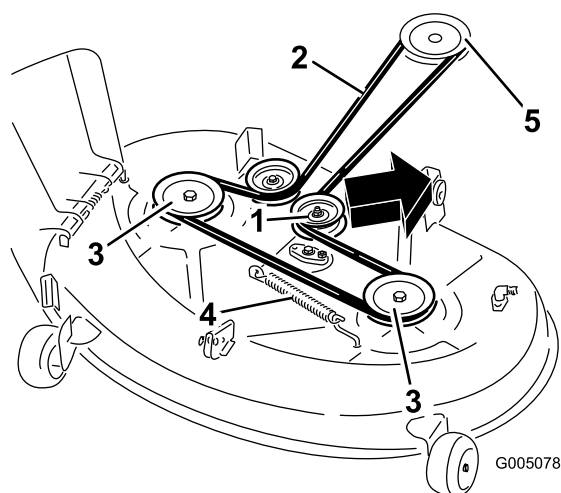

Figura 58
4. Usando una herramienta para la retirada de muelles (Pieza Toro N° 92-5771), retire el muelle tensor del gancho de la carcasa para eliminar la tensión de la polea tensora, y retire la correa de las poleas (Figura 58).
5. Pase la correa nueva alrededor de las poleas del motor y del cortacésped (Figura 58).
6. Usando una herramienta para la retirada de muelles (Pieza Toro N° 92-5771), instale el muelle tensor sobre el gancho de la carcasa y tense la polea tensora y la correa (Figura 58).